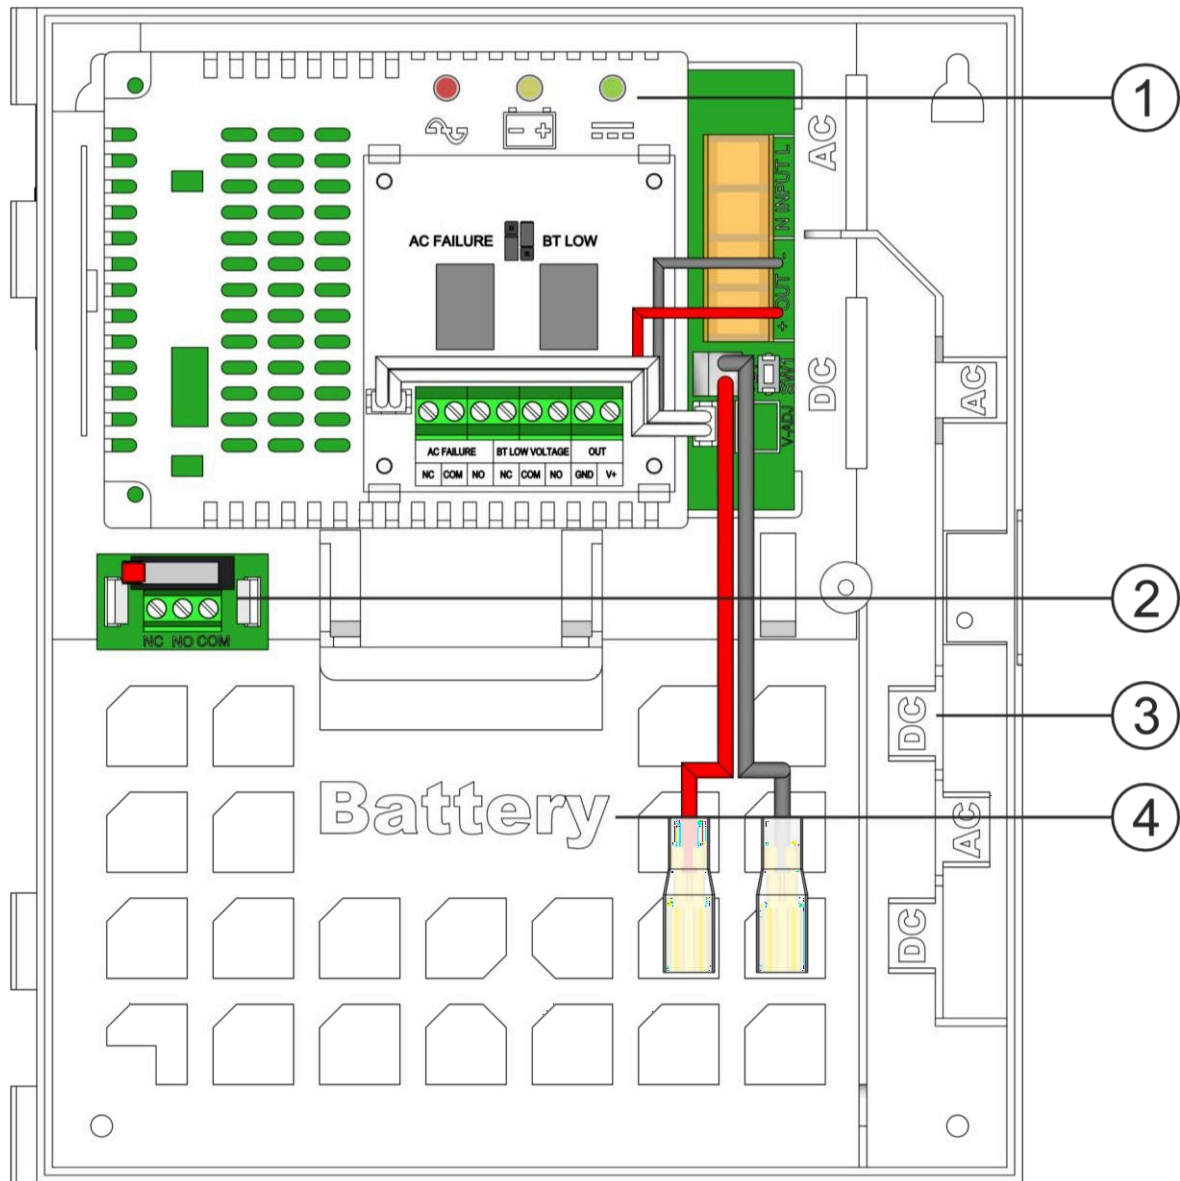

Fig. 3. Vue du bloc d'alimentation.
Tableau 2. Vue de l'alimentation électrique (voir fig. 3).
4. Placez la pile dans le compartiment à pile du boîtier (Fig. 3)